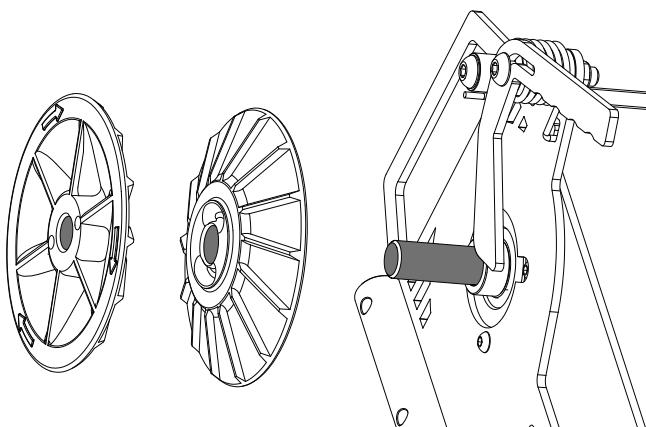

Figure 9
4. Dévisser la poulie à courroie en V en faisant tourner la moitié extérieure dans le sens des aiguilles d'une montre à l'aide d'une clé à ergots de 1,25 " et des goujons de 7/32 ". Une fois la poulie à courroie en V desserrée, continuer à dévisser et à faire glisser les deux moitiés hors de l'arbre d'entraînement. (Fig. 9) La poulie à courroie en V possède un pas de vis à gauche.